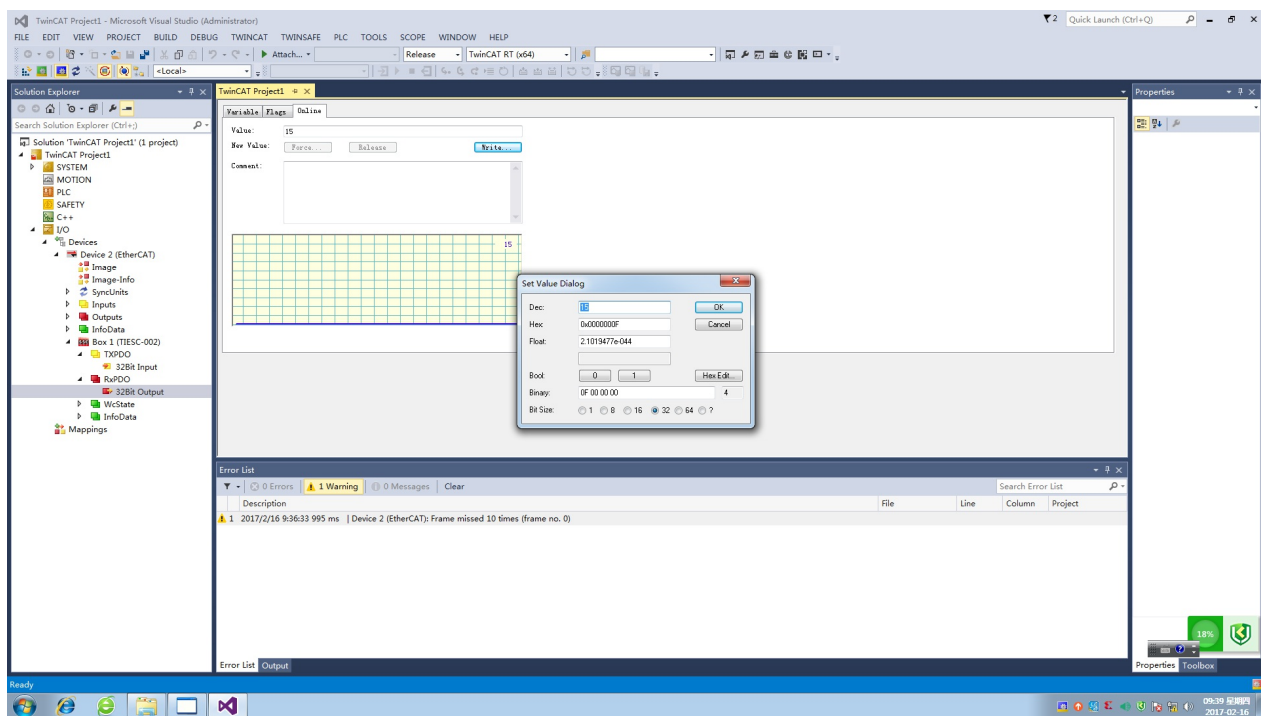

图4-2 TwinCAT主站操作控制开发板上LED
9. 选择Boxn(TI-ESC)->RxPDO->32Bit, 在右边窗口选择Online->Write 依次写入一个0~15之间的数字, 观察开发板上LED的变化。如下图4-2所示, 输入数字15, 开发板上四个蓝色LED灯全部点亮。